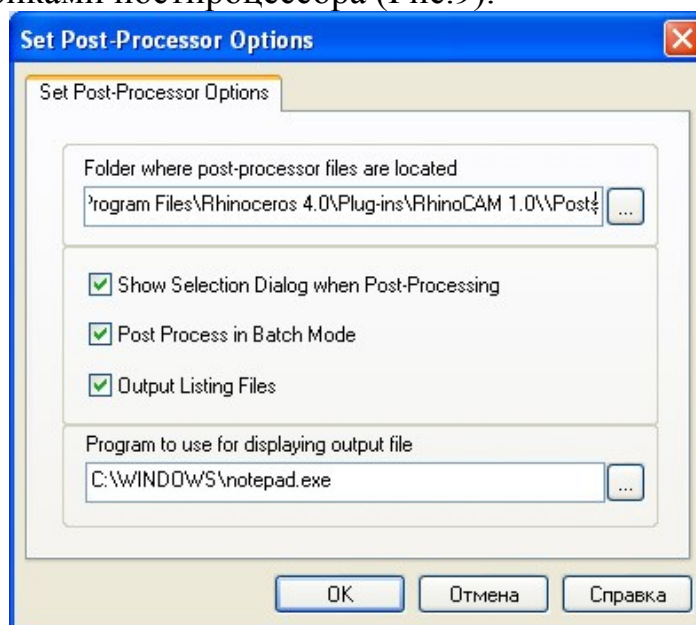

Рис.9
- **Set Post Options** (Настройки Постпроцессора) – данное окно позволяет управлять настройками постпроцессора (Рис.9).